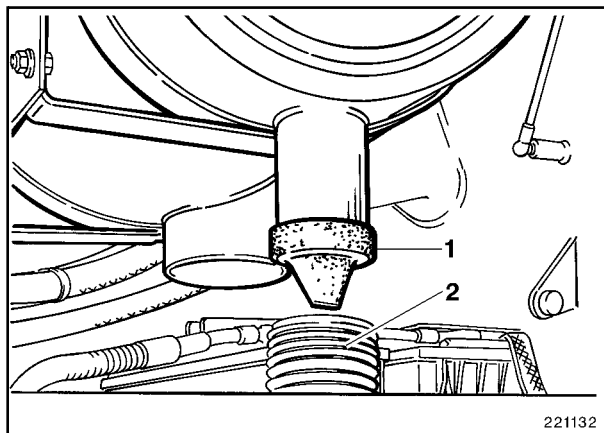

Fig. 1
El guardapolvo (Fig. 1) separa todos las partículas de suciedades que puedan entrar a la caja del filtro de aire.
- Bajando el tubo elástico (2, Fig.1), se ve el guardapolvo.
- Sacar la tuerca mariposa (Fig. 1).